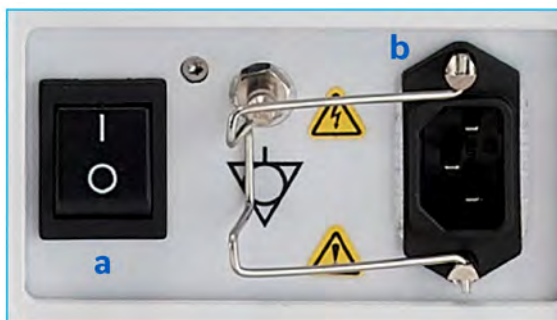

Рис. 3-4. Размыкатель электрической цепи (а) и вилка (b)
4. Подключите к системе шнур электропитания (Рис. 3-4 б).
7. Убедитесь, что автоматический выключатель (Рис. 3-4 а) включен. Более подробную информацию см.: 'Автоматический выключатель' на стр. 3-22.
2. Нажмите выключатель электропитания на задней панели системы (см. Рис. 3-4). В этот момент выключатель питания должен находиться в положении "Off" (Выкл.).